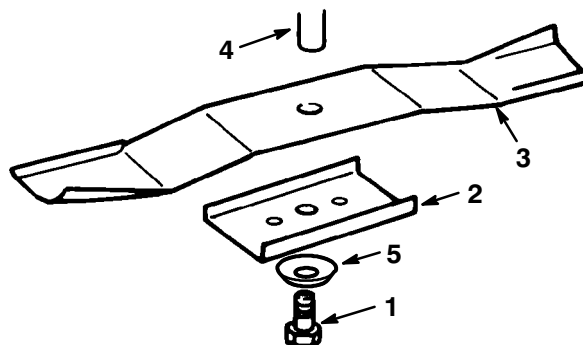

Figure 26
1. Montez la lame, le porte-lame, la rondelle et le boulon de lame (Fig. 26).